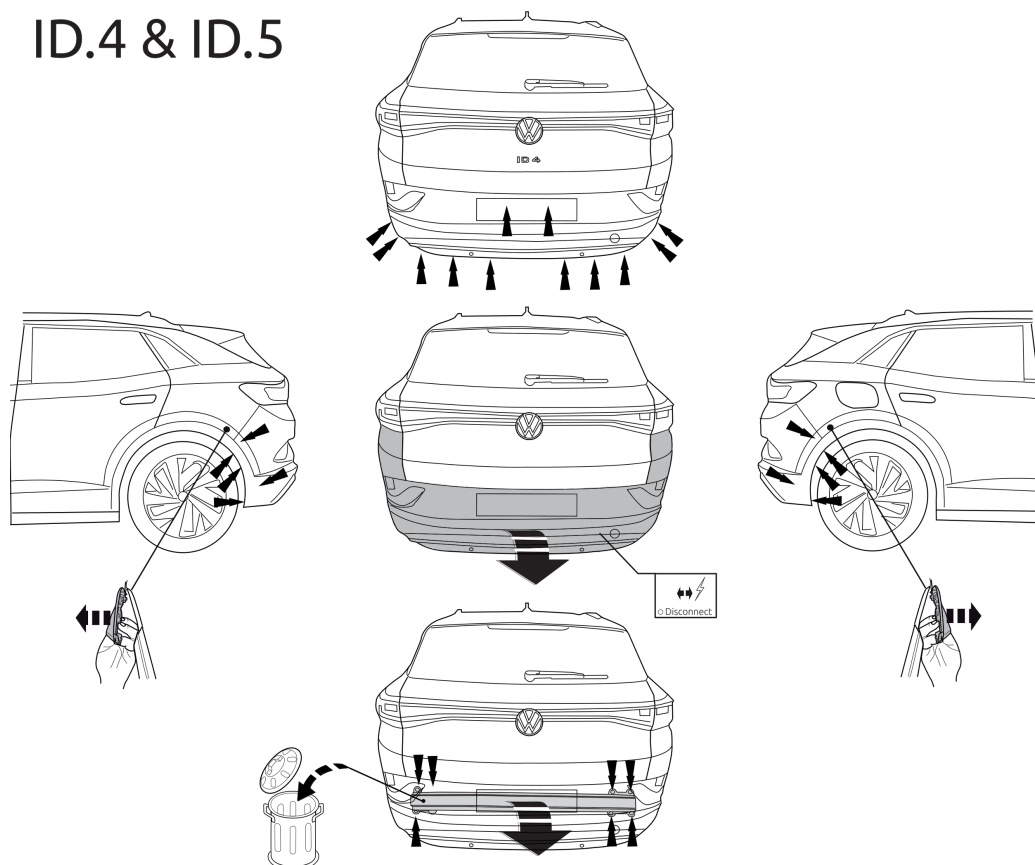

Fig. 1
1. Demonter kofangeren, inklusive køretøjets stødbjelke. Stødbjelken skal ikke længere anvendes. Sæt boltene på plads igen. Se fig. 1, 2,3,4,5,6 & 7.
1. Zdemontować z pojazdu zderzak wraz ze belką zderzakową. Belka zderzakowa nie będzie ponownie używana. Ponownie przykręcić śruby. Patrz rysunek 1, 2,3,4,5,6 & 7
1. Снять бампер вместе со буферным брусом автомобиля. Буферный брус больше не понадобится. Поставить болты на место. См. рисунок 1, 2,3,4,5,6 & 7.